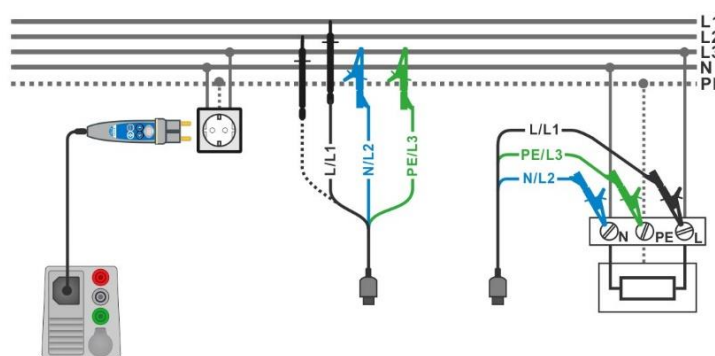

Fig. 4.113: AUTO TN måling
- › Forbind 3-leder testledningen eller Plug commander til objektet der skal testes, se **Fig. 4.113**.